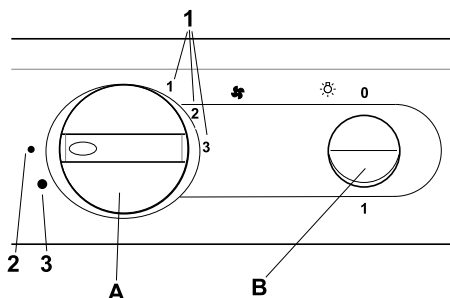

Fig. 9
Det er muligt at regulere min og normal hastighed på ventilatoren vha. internt potentiometer, som er placeret i lamperummet til højre. Løsen lampeglasset, **fig 9**. H2 regulerer luftmængden for hastighed 2.
A. Greb til blæsemotor/ spjæld.Fig. 9